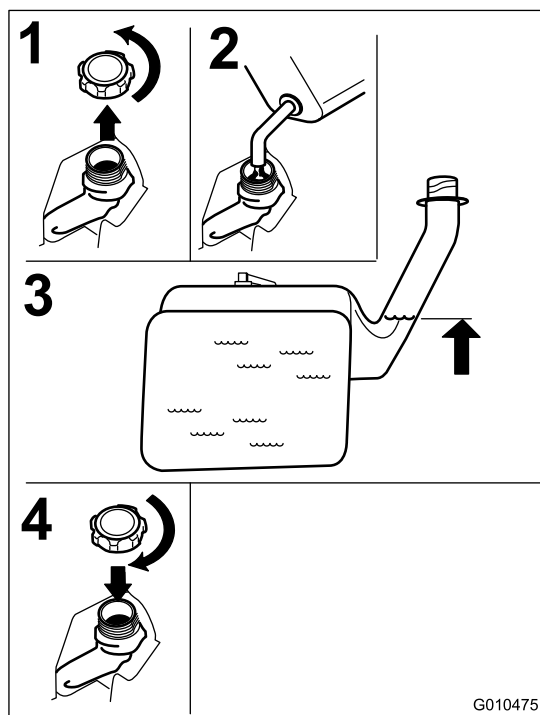

Figure 8
2. Versez **lentement** de l'essence sans plomb ordinaire jusqu'à ce que le niveau atteigne le bas du goulot de remplissage (Figure 8).